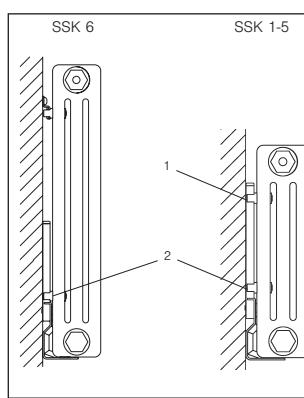

Abb. 4
Jetzt ist der Heizkörper schon gegen Herausrutschen gesichert. Klemmhalter (2) nach unten schieben (siehe Abb. 4).
The radiator can now not slip out. Push the clip holder (2) down (see fig. 4).
Le radiateur est maintenant bloqué et ne peut plus glisser. Décaler les crapauds de fixation (2) vers le bas (voir Fig. 4).